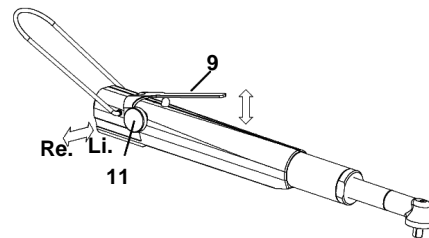

Abb. 7 Drehrichtungsänderung
Die Umsteuerung der Drehrichtung auf Linkslauf erfolgt durch gleichzeitiges Drücken des Ventilknopfes (11) und des Ventilhebels (9). (siehe Abb. 7).